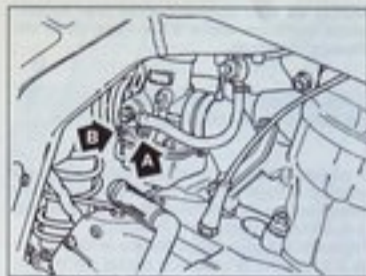

Fig. 28 - Carburatore
- registrare la vite del minimo (A fig. 28) in modo da ottenere una rotazione costante del motore;
- avvitare o svitare la vite miscela minimo (B fig. 28) fino ad ottenere il maggior numero di giri del motore;
- regolare quindi la vite del minimo (A fig. 28) fino ad ottenere un regime di rotazione più basso possibile, ma costante.